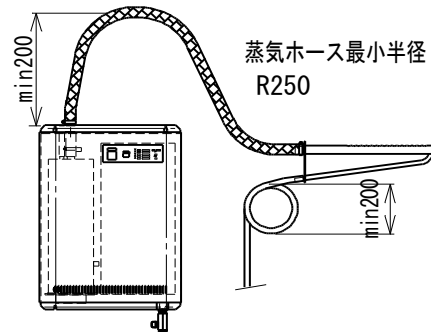

図 9-1
- ・蒸気ノズル取付け位置が加湿器より低い場合、加湿器本体には戻せません。近くの排水口に捨ててください。(図 9-1 参照)
- ・凝縮水ホースは必ず直径 200mm の輪を作りトラップ状にして施工してください。(図 9-1、2 参照)